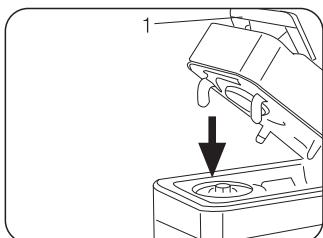
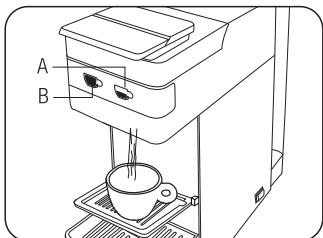

Fig. 9
Fig. 10
- Cierre completamente la palanca (1) (**Fig. 9**) y pulse una de las teclas erogación: espresso (A), espresso largo (B) de acuerdo a su gusto (**Fig. 10**)
Espresso largo: Pulse y mantenga pulsada la tecla (B). La máquina comenzará a suministrar agua. Una vez alcanzado el nivel de agua deseado suelte la tecla (B). La máquina dejará de suministrar agua y quedará memorizada la cantidad para otros suministros (**Fig. 10**)
Espresso: Pulse y mantenga pulsada la tecla (A). La máquina comenzará a suministrar agua. Una vez alcanzado el nivel de agua deseado suelte la tecla (A). La máquina dejará de suministrar agua y quedará memorizada la cantidad para otros suministros. (**Fig. 10**)